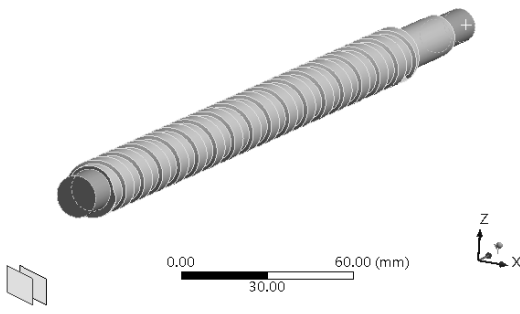
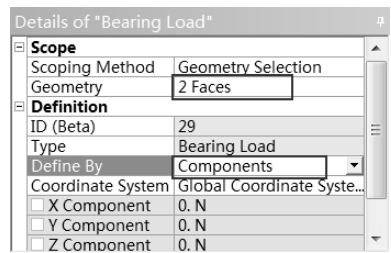
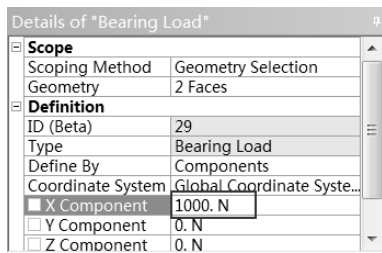

图 7-74 选择加载位置
图 7-75 选择载荷方向
图 7-76 力载荷参数设置
Step5：选择丝杆两端的圆柱面，如图 7-74 所示。在 Details of “Bearing Load” 栏的 Define By 中选择 Components 选项，如图 7-75 所示。确保在 Geometry 中丝杆的两端圆柱面被选中，并在 X Component 中输入 1000，如图 7-76 所示。